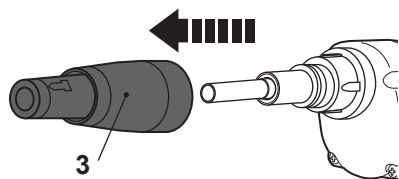

Fig. 1
- > Retire el collar de profundidad (3) del producto (Fig. 1).